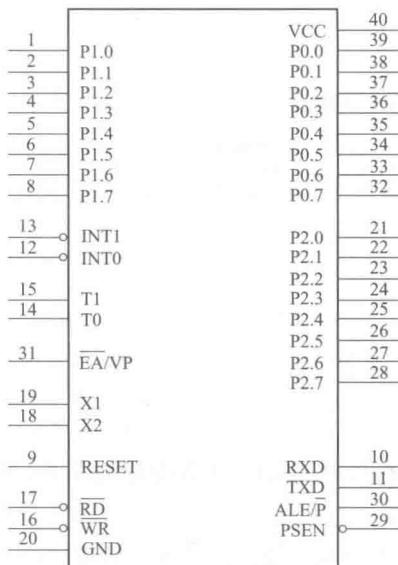

图 1-9 51 单片机外部引脚
(7) 单片机串口。51 单片机串口用于单片机与其他外部串口设备的通信, 串行收发存储器使用特殊功能寄存器串行数据缓冲器 SBUF, SBUF 地址为 99H。单片机内部用于收、发缓冲器, 实际上有 2 个, 即发送缓冲器和接收缓冲器, 它们均以 SBUF 命名, 只是根据对 SBUF 的读写操作, 单片机会自动切换发送缓冲器或接收缓冲器。
(8) 单片机中断系统。51 单片机中断系统的功能有 5 个中断源, 2 个中断优先级, 由此实现二级中断嵌套, 每一个中断源的优先级可以由程序设定。与中断系统工作有关的特殊功能寄存器有中断控制允许寄存器 IE、中断优先级控制寄存器 IP 及定时器/计数器控制寄存器 TCON 等。
(9) 51 单片机外部引脚 (见图 1-9)。